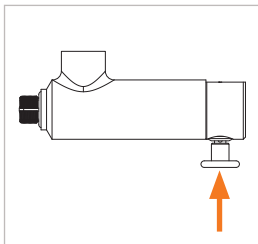

Abbildung 7
- ▶ Drücken Sie den Ventilknopf (Pos. 4) (*Abbildung 7*). Die Spannzangen fallen zusammen.